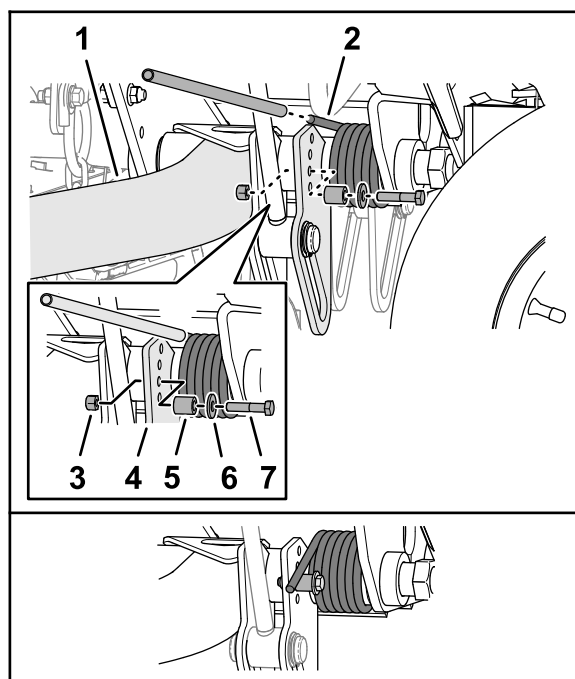

Figura 60
2. Introduceți un tub sau un obiect similar peste piciorul lung al arcului și ridicați piciorul arcului pentru a elibera presiunea exercitată asupra distanțierului (Figura 60).
3. În timp ce ینی arcul, îndepărtați urubul, piulița și contrapiulița de pe placa de ridicare (Figura 60).